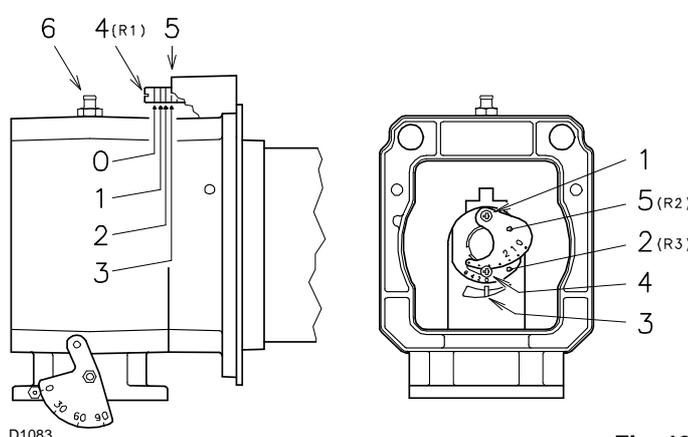

Fig. 13
A questo punto dell'installazione, boccaglio e manicotto sono fissati alla caldaia come in Fig. 13.
- Ruotare la vite 4)(Fig. 13) fino a far collimare la tacca trovata con il piano anteriore 5) della flangia.
- Allentare le viti 1) e 4)(Fig. 13) e ruotare la ghiera 2) fino a far collimare la tacca trovata con l'indice 3).
- Ruotare il parzializzatore 5)(Fig. 13) fino a far collimare la tacca trovata con la vite 4).